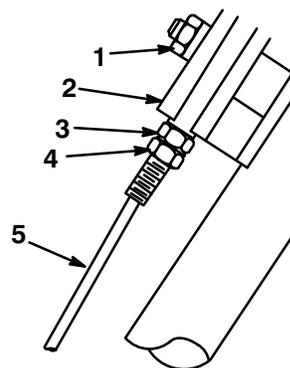

Figure 19
2. Desserrer l'écrou du bloc de support (Fig. 19).
3. Desserrer le contre-écrou inférieur du câble de commande de traction (Fig. 19).
8. Une fois le réglage terminé, le contre-écrou supérieur devrait se trouver contre le bloc de support (Fig. 19).